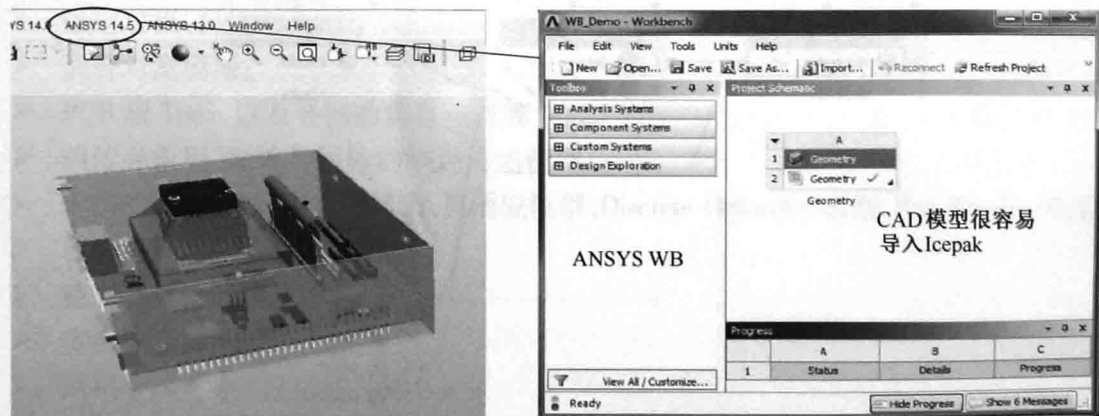

图 1-4 从 CAD 软件中启动 ANSYS Workbench
2. 从 CAD 软件系统中启动 ANSYS Workbench, 如图 1-4 所示。